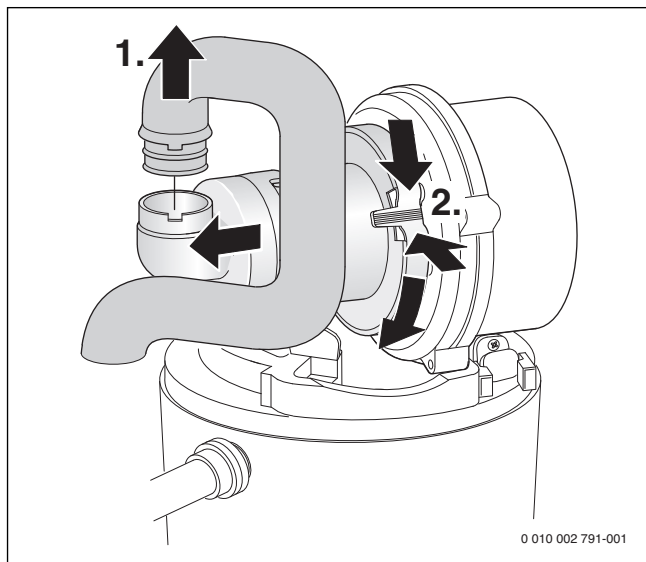

Bild 52 Ta bort sugröret och blandningsadaptern
- Ta bort blandningsadaptorn (→ bild 52).